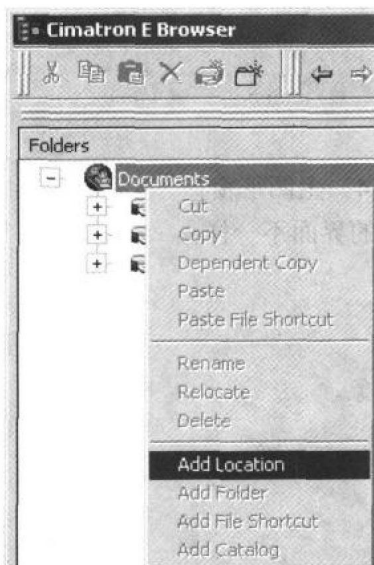

图1-6
- (1) 用鼠标右键单击“Documents（文档）”，选择“Add Location（添加文档库）”，如图1-6所示。